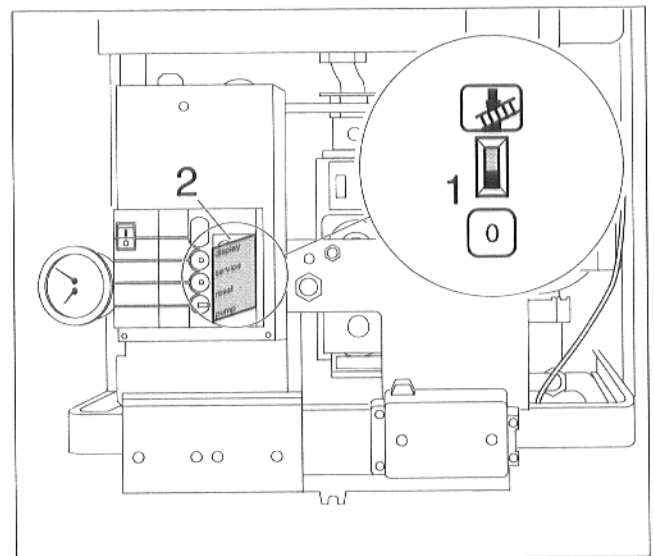

Abb. 25 Schornsteinfegerschalter
- Schornsteinfegerschalter (Abb. 25, Pos. 1) in Stellung „0“ stellen.
- Abdeckung der 2. Bedienebene (Abb. 25, Pos. 2) wieder aufstecken.